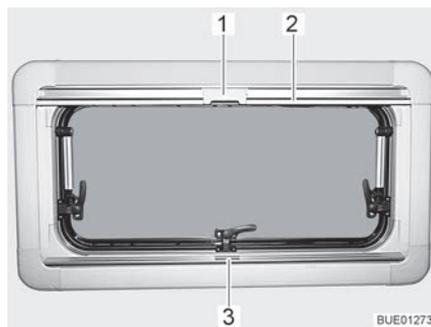
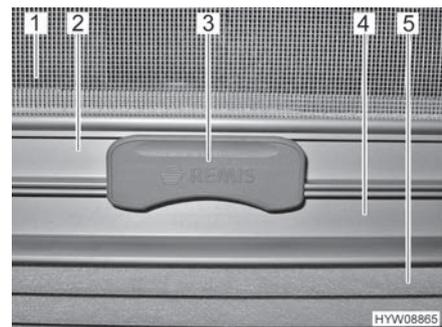

Bild 34 Ausstellfenster
Bild 35 Raste
Die faltverdunklung (Bild 35,5) befindet sich im unteren Rollokasten.
- faltverdunklung in der Mitte der Griffleiste (Bild 34,3 und Bild 35,4) fassen, von unten nach oben ziehen und auf der gewünschten Höhe loslassen. Die faltverdunklung bleibt in dieser Höhe stehen.
Das Insektenschutzrollo (Bild 35,1) befindet sich im oberen Rollokasten.
- Insektenschutzrollo an der Griffleiste (Bild 34,2 und Bild 35,2) nach unten ziehen, bis es an der Griffleiste der faltverdunklung (Bild 35,4) anstößt.
- Raste (Bild 34,1 und Bild 35,3) am Insektenschutzrollo mit der Griffleiste der faltverdunklung verriegeln. Wenn die Raste verriegelt ist, können faltverdunklung und Insektenschutzrollo gemeinsam verstellt werden.
- Raste (Bild 35,3) am Insektenschutzrollo oben drücken.
- Insektenschutzrollo an der Griffleiste (Bild 34,2) langsam zurückführen.